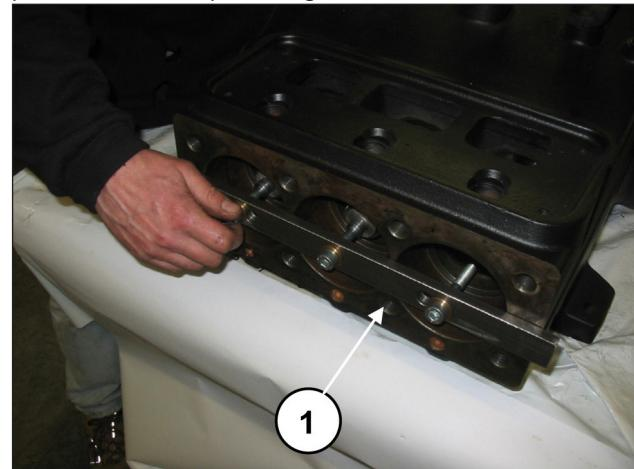
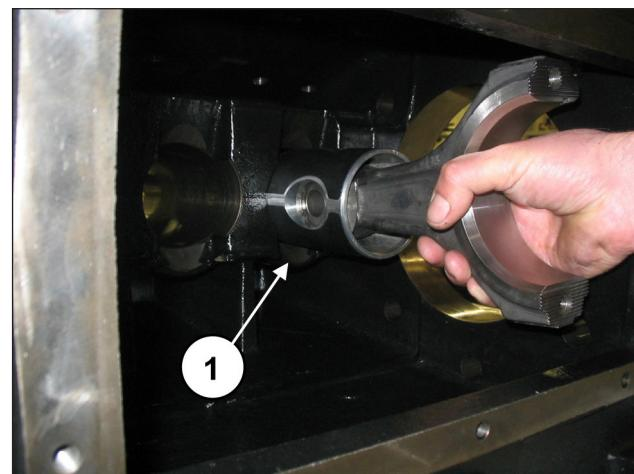

Fig. 31
Fig. 32
Prossiga com o desapertar dos parafusos da ferramenta, cód. 27566200, para desbloquear as hastes (pos. ①, Fig. 31) e, em seguida, extraia os grupos da haste-guia do pistão da abertura posterior do carter (pos. ①, Fig. 32).
Depois de ter verificado a limpeza correta do carter, insira o grupo da semi-haste-guia do pistão no interior das varas do carter (pos. ①, Fig. 32).
Bloqueie os três grupos da ferramenta adequada, cód. 27566200 (pos. ①, Fig. 31).
Remova a ferramenta para o bloqueio da haste, cód. 27566200 (pos. ①, Fig. 31).